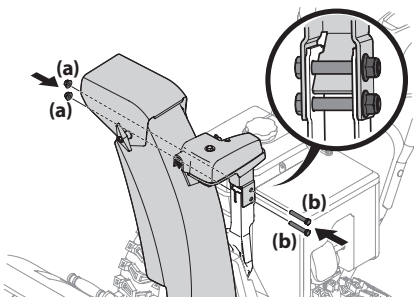

Figura 2-32
3. Sujete el cabezal de control del canal a la ménsula de soporte del canal con las tuercas de seguridad (a) y los tornillos hexagonales (b) que extrajo en el Paso 1. Consulte Figura 2-32.